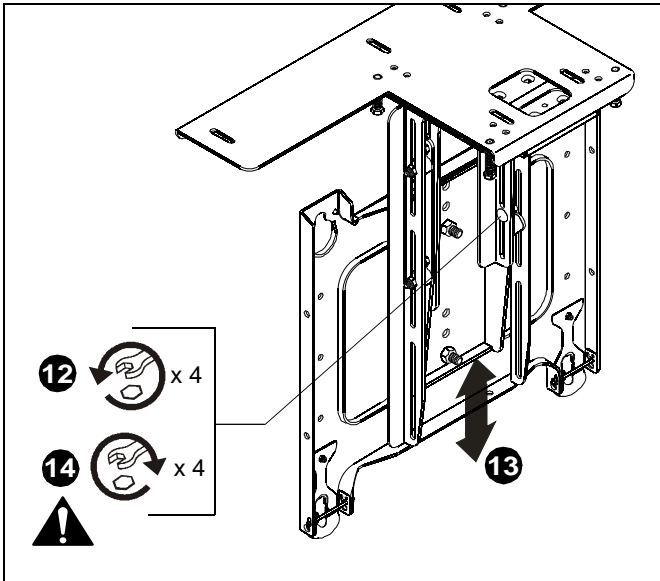

Figura 6
9. Fije la placa frontal a su soporte de sujeción con las dos tuercas de seguridad. (Consulte la Figura 6).
12. Afloje las cuatro tuercas que fijan el soporte de sujeción de la placa frontal al marco. (Consulte la Figura 6).
13. Mueva el soporte de sujeción de la placa frontal según la distancia deseada. (Consulte la Figura 6).